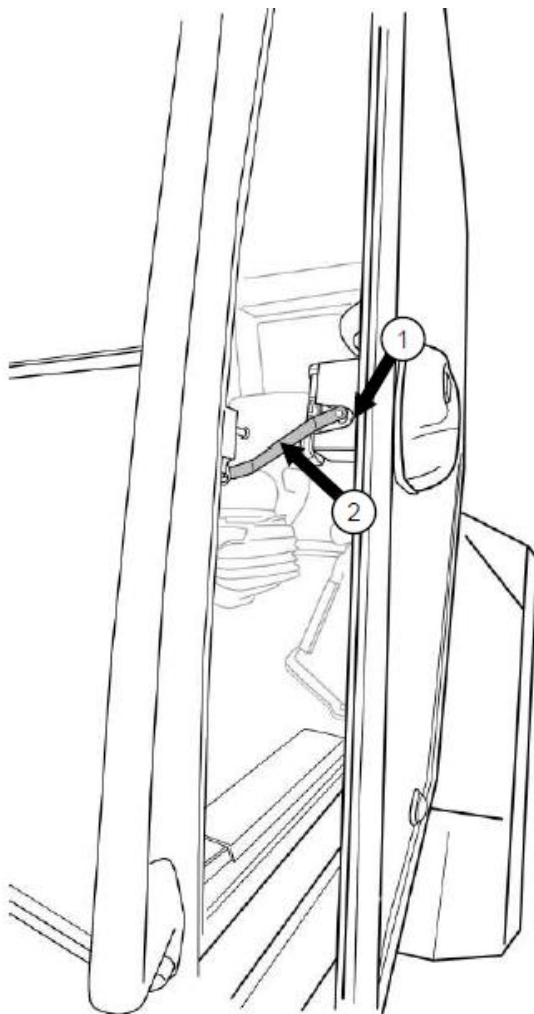

Рисунок 3.4 Частичное открытие двери
- ▶ Совместите рычаг (2) с отверстием дверного замка (1) см. рис.3.4